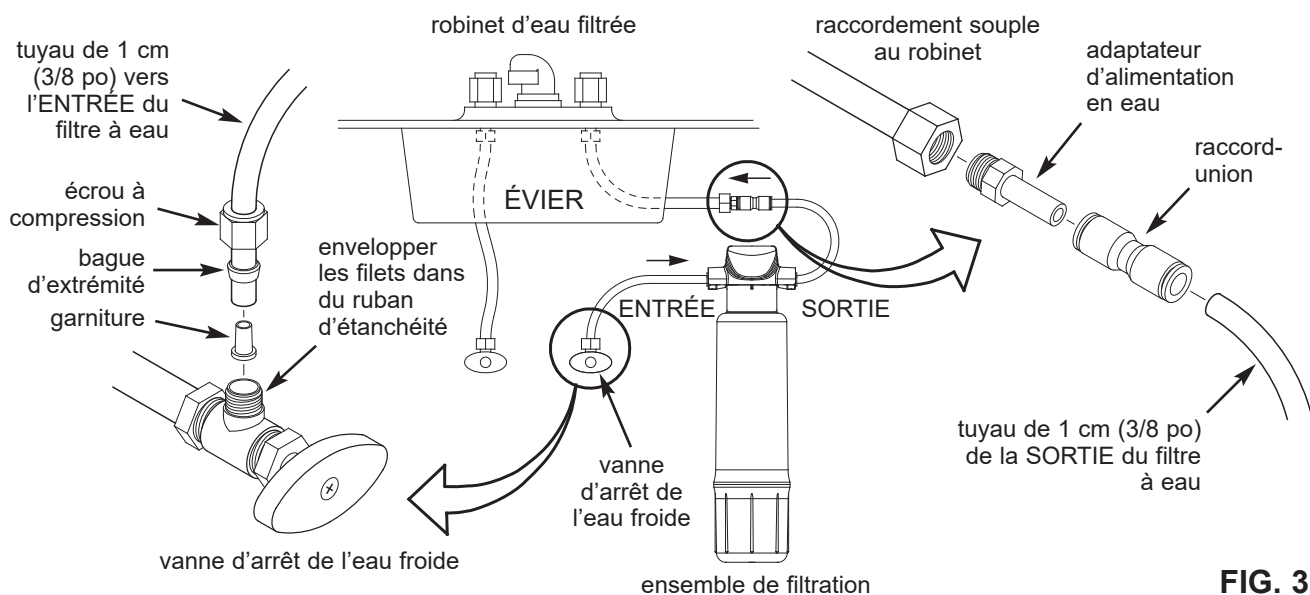

FIG. 3
Consultez et **respectez les codes locaux de plomberie** pendant la préparation, puis la mise en place des raccords du filtre à la conduite d'alimentation en eau froide sous l'évier. Les raccords - filetage 24 - 9/16 po [14 mm]) et tuyaux de 9,5 mm (3/8 po) diam. ext. - sont fournis pour le raccordement de l'entrée et de la sortie du filtre sous l'évier. La Figure 3 illustre un branchement type avec les raccords d'alimentation en eau fournis.
3. Prenez les pièces suivantes fournies : tuyau de 1 cm (3/8 po), écrou à compression, bague d'extrémité, garniture (cf. Fig. 3). Assemblez les pièces sur le tuyau, tel qu'illustré dans la Figure 3, puis vissez l'écrou à compression sur la vanne d'arrêt d'eau froide. Serrez l'écrou de manière à assurer l'étanchéité du raccord.
4. Prenez l'adaptateur (fourni) d'alimentation en eau, puis vissez-le sur l'écrou de la conduite détachée à l'étape 2. Voir la Figure 3.
5. Enfoncez la tige de l'adaptateur dans une extrémité du raccord-union fourni (cf. Figure 3). Veillez à enfoncer à fond la tige.